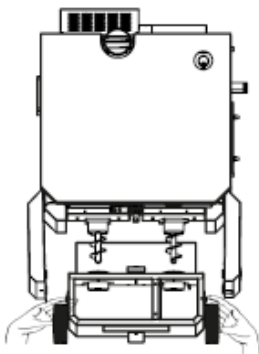

FIGURA 1
- Aguantándola con dos manos aproximar el carrito a la estructura de la caldera (FIGURA 1).